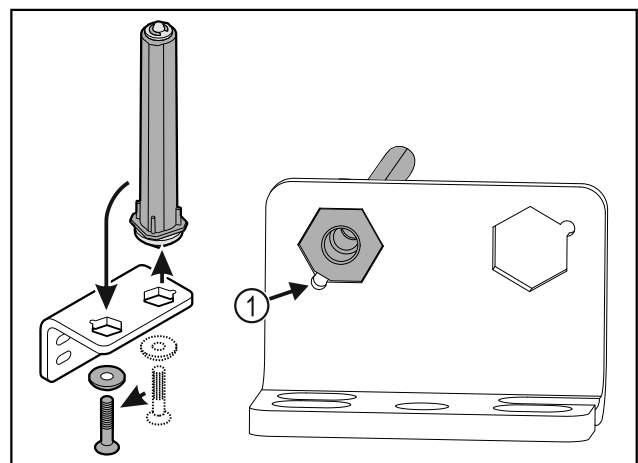

Fig. 24
- Βεβαιωθείτε ότι κατά την τοποθέτηση η λοξοτομή του πείρου είναι στραμμένη *Fig. 24 (1)* προς τη στρογγυλή οπή.